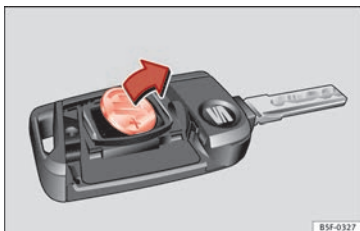

Fig. 135 Clé du véhicule : retirez la pile.
- Retirez la pile du compartiment à l'aide d'un objet fin approprié » fig. 135.
- Placez la pile neuve comme indiqué » fig. 135 et appuyez-la contre le logement des piles dans le sens contraire de la flèche » ②.